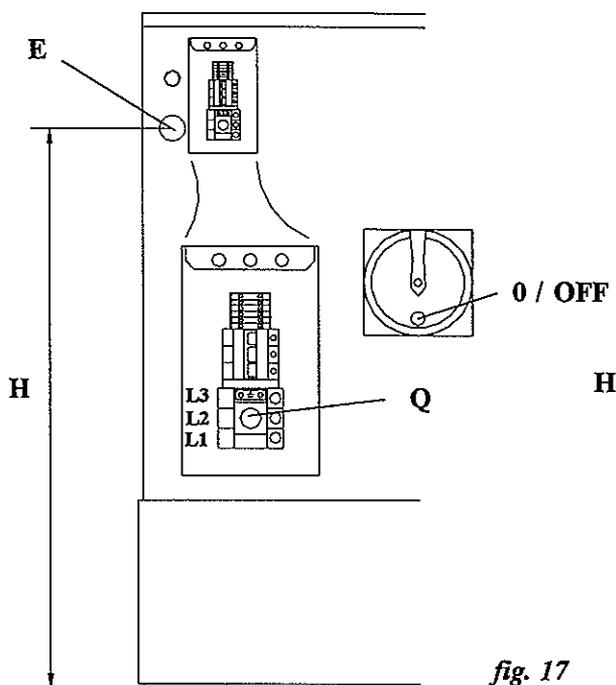

fig. 17
This wire must be fixed to the hole **E (fig. 17)** at the washer inlet (refer to dimensions at the Connection Technical Sheet, **clause 4.4.c**), by a safety union, solid enough to accommodate the tilt movement during machine's operation and the vibrations generated during extraction.
Este tubo debe fijarse al orificio **E (fig. 17)** de entrada a la lavadora (ver cotas en Hoja Técnica de Conexión, **apartado 4.4.c**), mediante una unión segura, suficientemente sólida para resistir las tracciones durante el movimiento de la máquina y la vibraciones generadas durante el centrifugado.
Il faut fixer ce tuyau à l'orifice **E (fig. 17)** d'entrée à la machine (voir cotes sur la Feuille Technique de Raccordement, **section 4.4.c**) par un raccord sûr, suffisamment solide pour résister les tractions durant le mouvement de la machine et les vibrations occasionnées durant l'essorage.
- Secure the wire guard in the hole **E** (*fig. 17*) and insert the wire inside the terminal block.
- Fijar el protector del conductor en el orificio **E** (*fig. 17*) e introducir el conductor en el interior de la caja de bornes.
- Fixer le protecteur du câble sur l'orifice **E** (*fig. 17*) et introduire le câble à l'intérieur du boîtier de bornes.